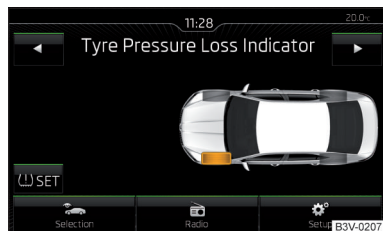

Fig. 308
- Pulsar las superficies funcionales  **SET** » fig. 308.
En caso de las luces de control iluminadas  en el cuadro de instrumentos pueden mostrarse en el Infotainment los neumáticos afectados » fig. 308.